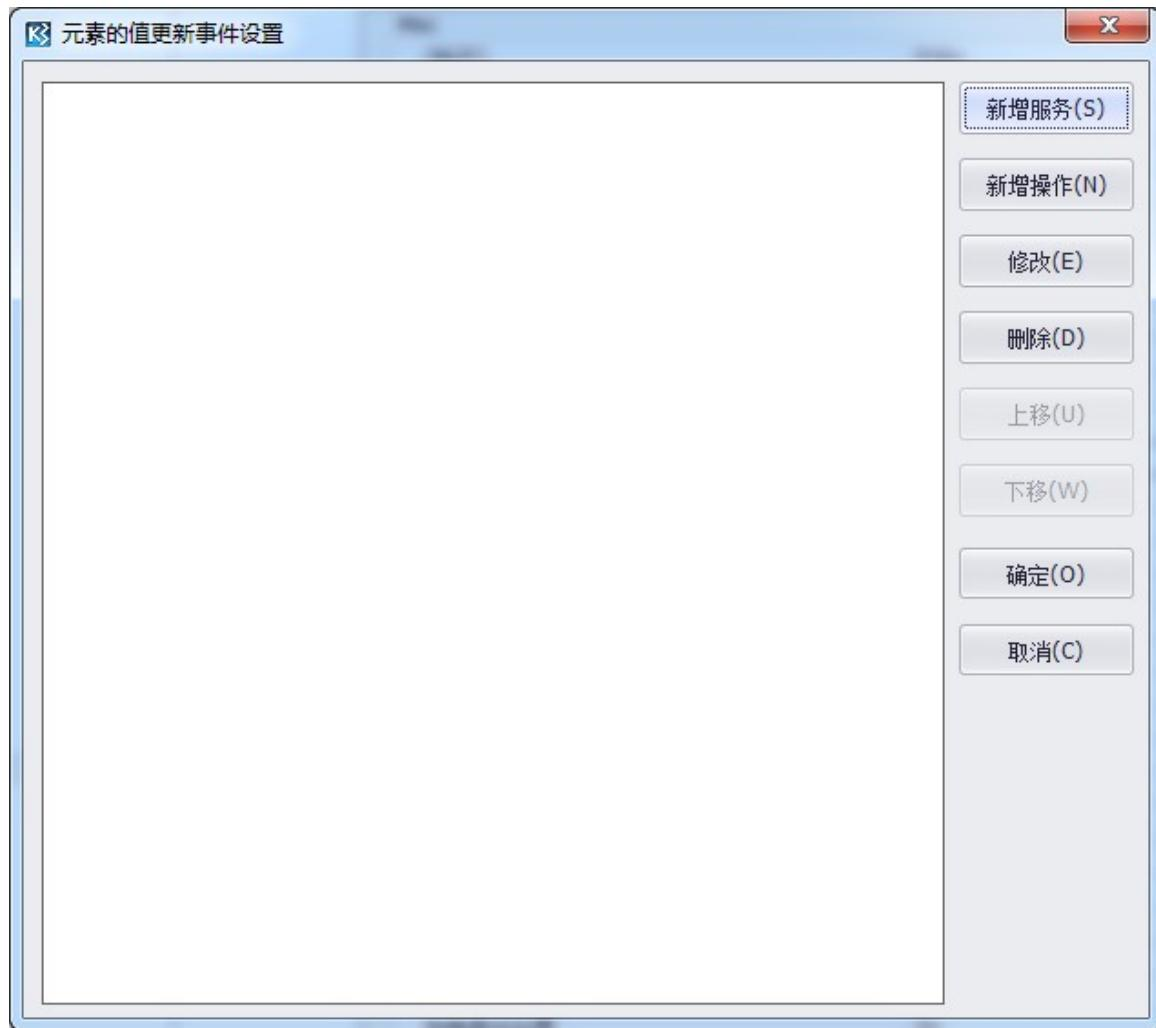
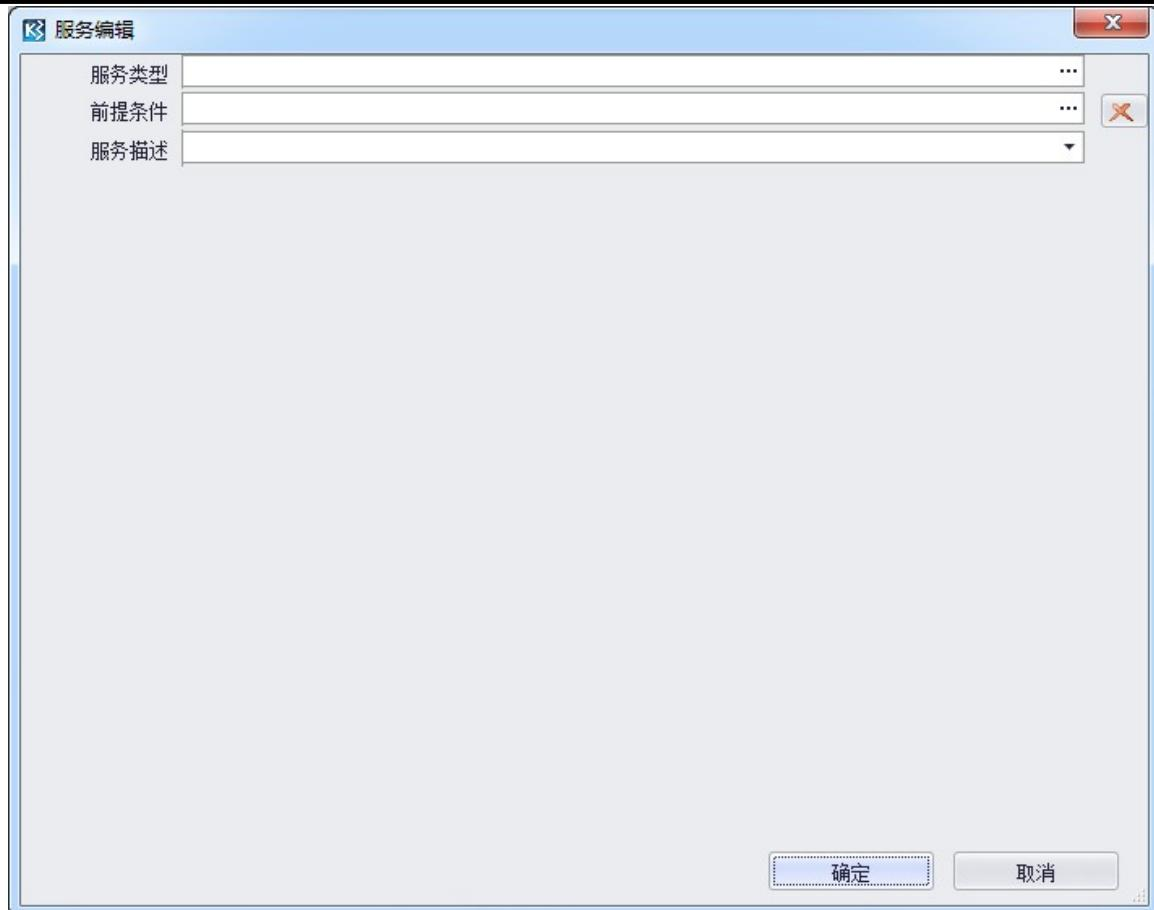

图 5-4-2 元素的值更新事件设置界面
图 5-4-3 服务编辑界面
2、选择单据体采购数量字段，在右侧的属性栏中找到值更新事件，点击打开值更新事件配置界面如图 5-4-2 所示。在此窗体中点击右侧的新增服务，打开服务编辑界面，如图 5-4-3 所示。